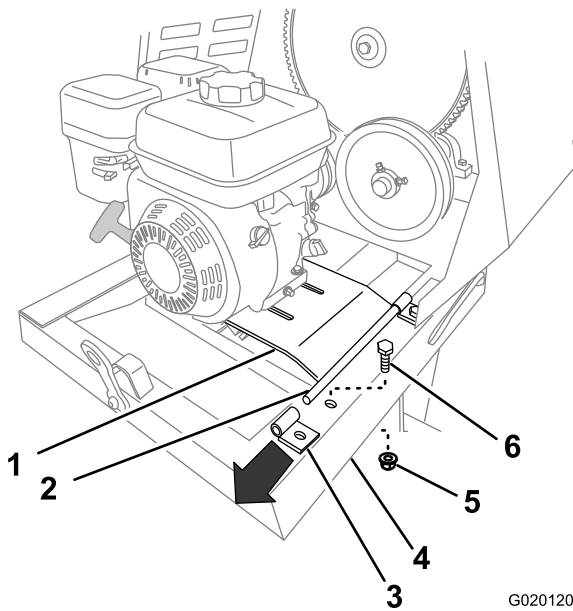

Figure 51
- Retirez le boulon et l'écrou qui fixent le support arrière de la charnière de plancher moteur au cadre de la machine (Figure 51).
7. Soulevez le bord arrière du plancher moteur et déposez le support de charnière (Figure 51).
6. Fixez le support arrière au cadre de la machine avec le boulon et l'écrou (Figure 51) retirés à l'opération 6 de Dépose du moteur (page 34).